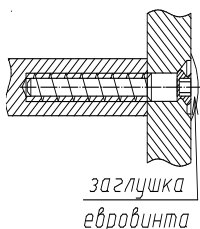

Рис.1
1. Собрать каркас шкафа по схеме сборки с помощью евровинтов (рис.1) и стяжек эксцентриктовых (рис. 3).